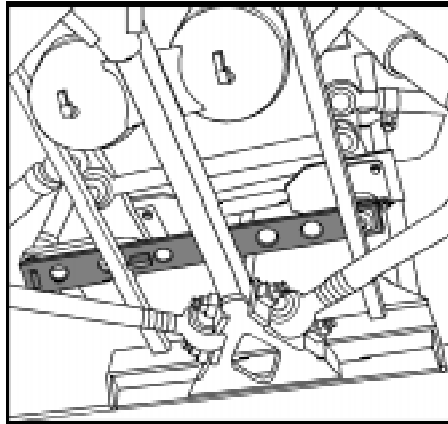

FIGURE 4
3. Mettre les bras de renvoi et le levier coudé de direction droit en installant l'outil d'immobilisation de leviers avec bouchon vissé ou avec bouchon par interférence selon votre suspension, l'installer juste en avant de la barre d'accouplement (Fig. 4).